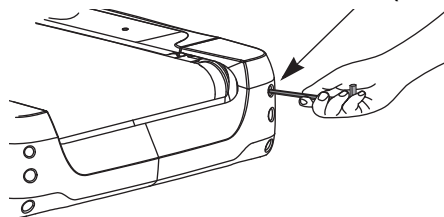

Abbildung 1
1. Lokalisieren Sie die Justierschraube in der Endkappe der rechten hinteren Ecke des Laufbandes (Abbildung 1).